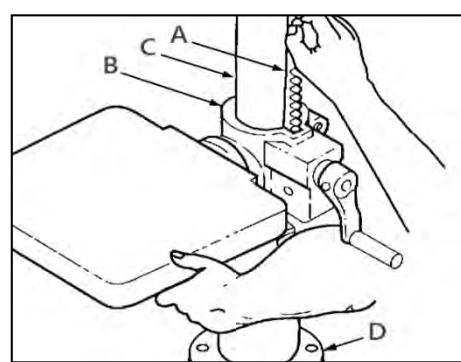

Рисунок 5.
Установите зубчатую рейку (A) так, чтобы ее длинный гладкий конец смотрел вверх, в таком положении вставьте ее в паз кронштейна (B) рабочего стола (рис. 5).